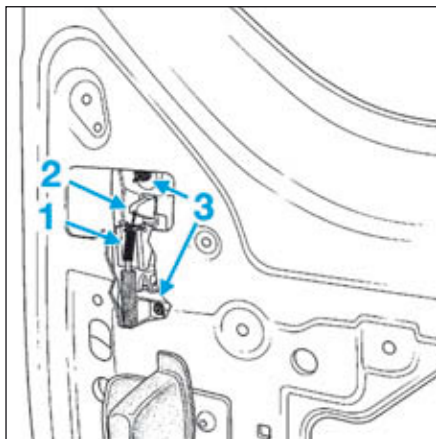

FIG.106
- Déposer (Fig.106) :
- l'arrêt de gaine (1),
- la boule d'arrêt (2) du câble de commande d'ouverture extérieure,
- les écrous (3),
- Serrer au couple les écrous de la commande d'ouverture extérieure (3) (Fig.106).
- l'arrêt de gaine (1).